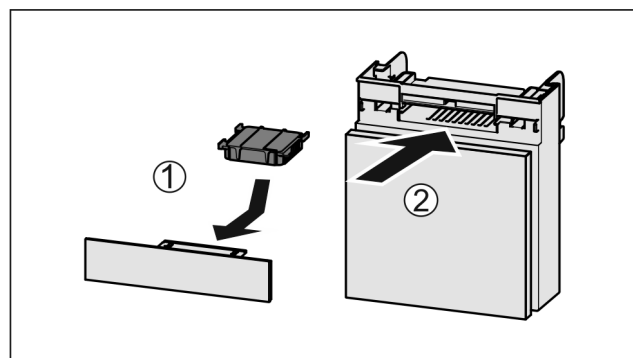

Fig. 129
- Sett inn Fig. 129 (1) aktivkullfilteret etter figuren.
- Skyv inn Fig. 129 (2) hyllen.